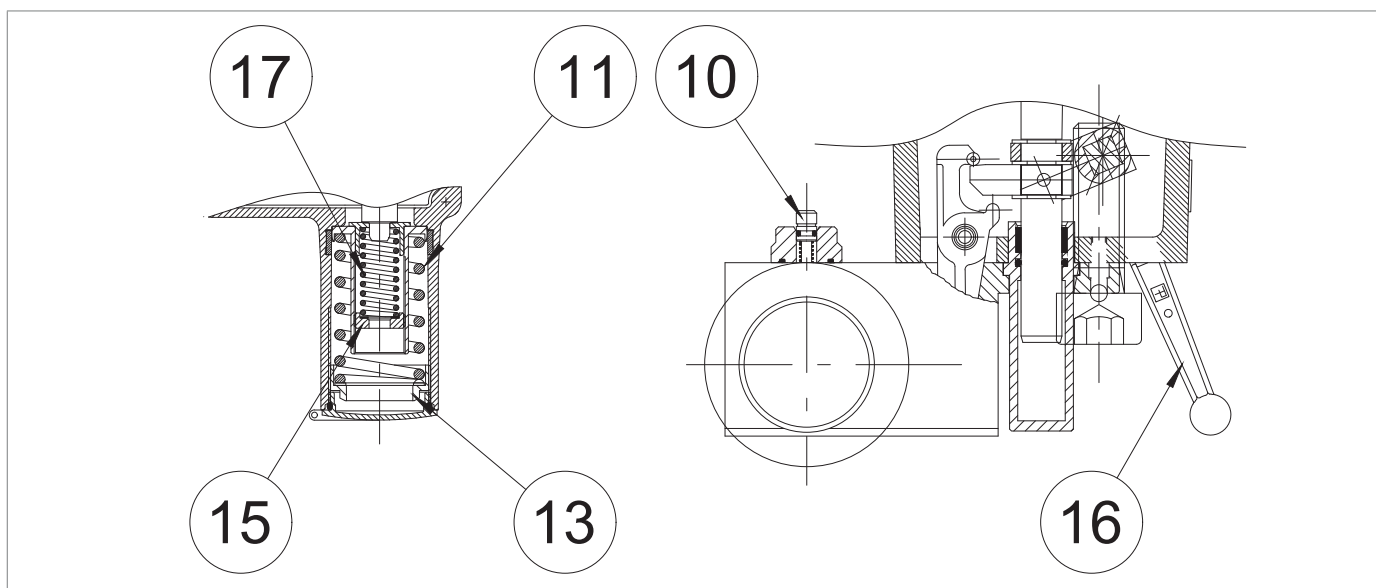

Fig. 8.38. Presostatos modelos 102M/102MH a 105M/105MH
2	Compruebe que la válvula de bloqueo está en posición cerrada. ¡ATENCIÓN! Si la válvula de bloqueo está en posición abierta, ciérrela mediante el botón manual (Fig. 8.38, ref. 10).